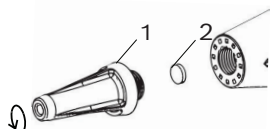

Bild 12: Sensorkomponenter
- ! För att säkerställa bästa sensorprestanda och livslängd bör sensorfiltret bytas ut när synlig smuts observeras eller meddelandeskärmen i bild 12 visas. CS LD 1.0 håller reda på antalet användningstimmar och meddelar användaren när det är dags att byta ut filtret.
- i Varningen i bild 12 visas vid påslagning när den interna timern i CS LD 1.0 registrerar cirka 30 timmars ackumulerad användning.
När meddelandet ”Kontrollera sensorfilter” (bild 12) visas uppmanas användaren att se denna handbok för följande instruktioner.